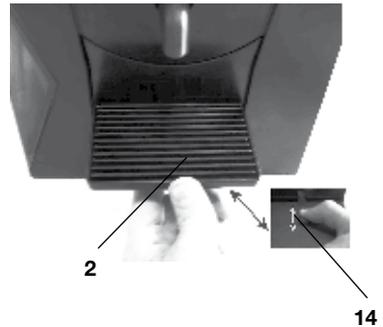

Figure 6
8. Il est possible de régler en hauteur, selon la tasse utilisée, le plan des tasses 2 (figure 6). On continue en poussant vers l'extérieur la touche 14 de mouvement du loquet positionnée sous le plan des tasses. Ce réglage est de 50 mm.